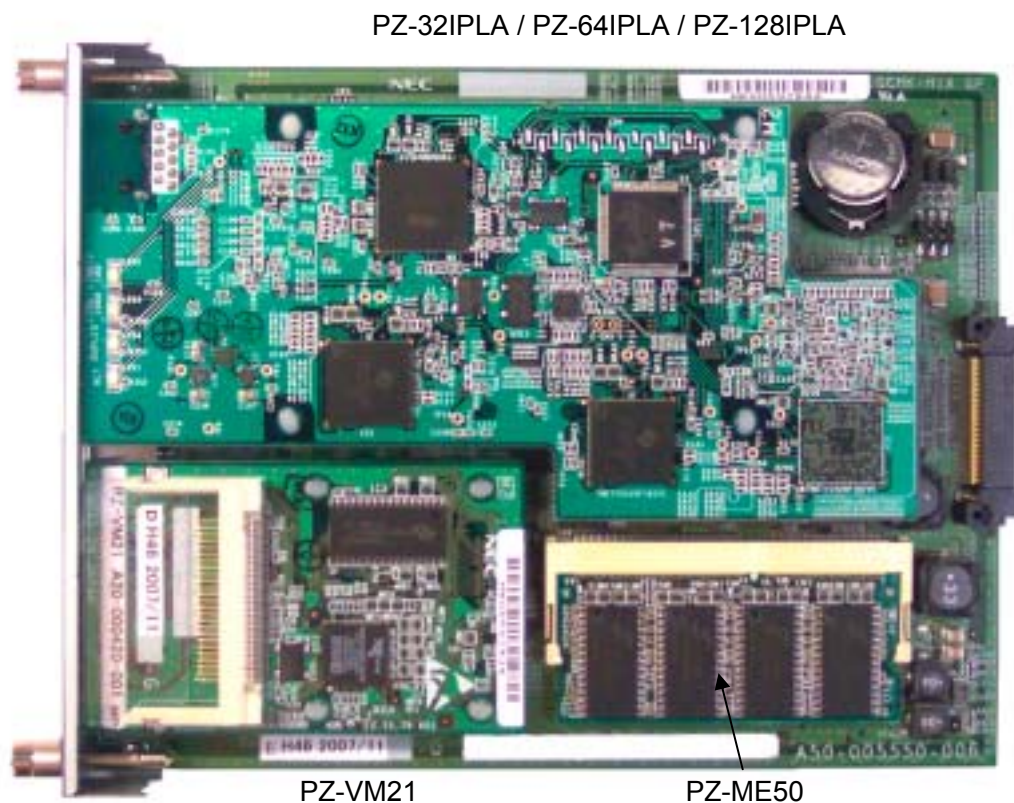

图 4-4 CD-CP00 板（带有子板）
2. 如果需要，参考“图 4-4”，安装 PZ-VM21，PZ-ME50 和/或 PZ-32IPLA/PZ-64IPLA/PZ-128IPLA 子板。